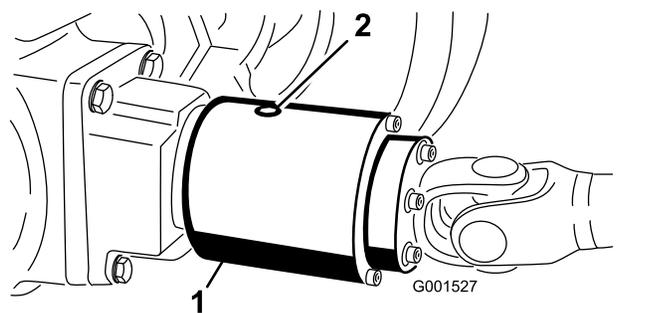

Рисунок 60
2. Поверните муфту (Рисунок 60) таким образом, чтобы пробка контрольного отверстия была в положении «на 4 часа».